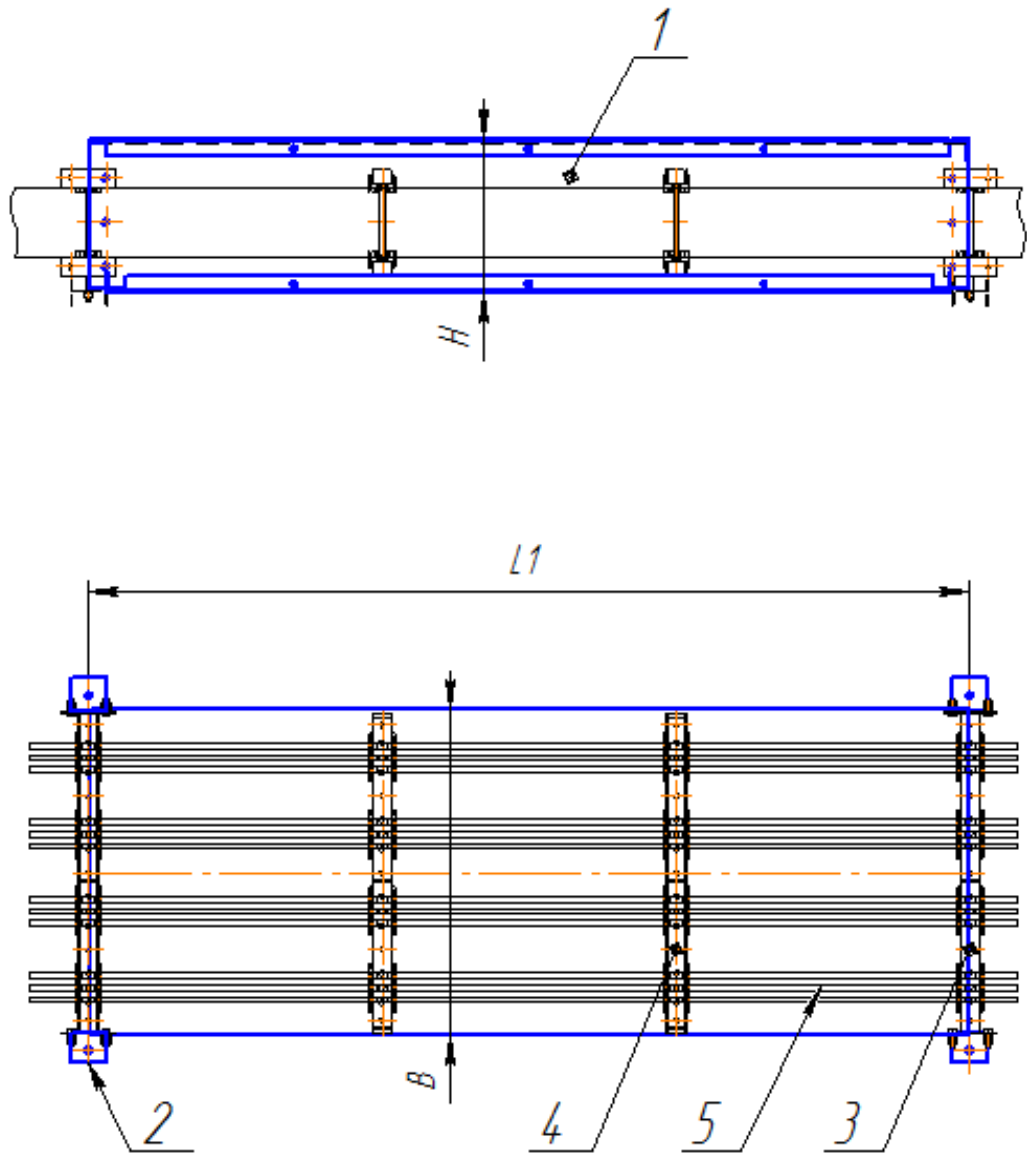

Рисунок 2. Секция линейная ШВ2-Л1-1500
**ШВ2-Л1-1500** – секция линейная, исполнение 1, длина 1500 (Рис. 2);